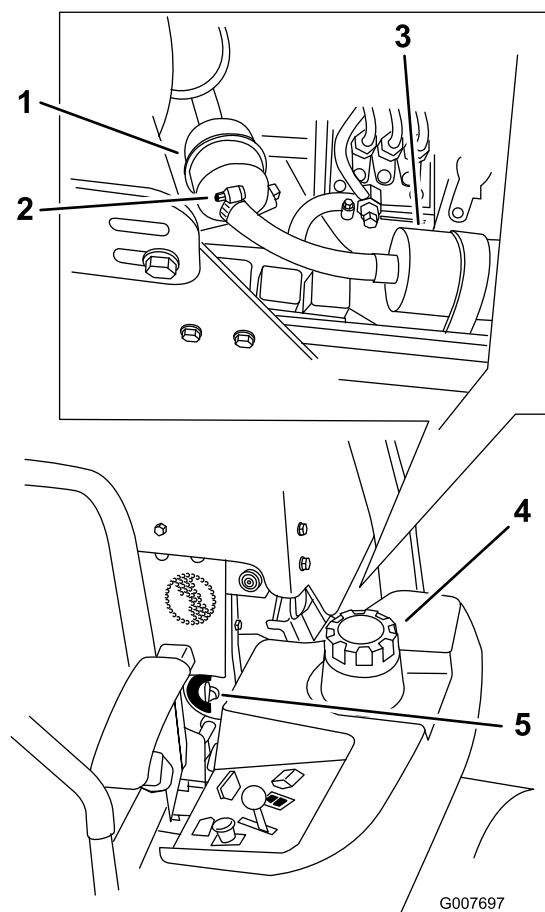

Figura 55
4. Chiudete la valvola di intercettazione del carburante (Figura 55).
5. Allentate le 2 fascette stringitubo e scollegate i tubi del carburante dal filtro carburante (Figura 55).
6. Montate un nuovo filtro. Collegate i tubi del carburante al filtro carburante e montate le fascette stringitubo (Figura 55).